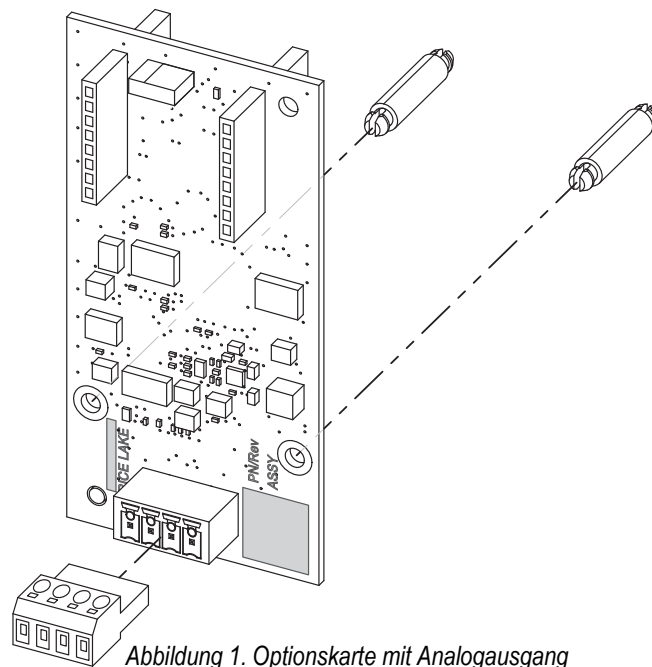

Abbildung 1. Optionskarte mit Analogausgang
3. Die beiden Abstandshalter für die Platine der Optionskarte gemäß der Abbildung 1 auf der vorherigen Seite einbauen.